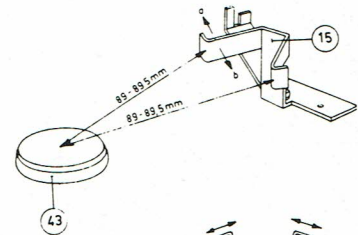

Fig. 20
I. EQUERRE D'ARRET (voir fig. 20)